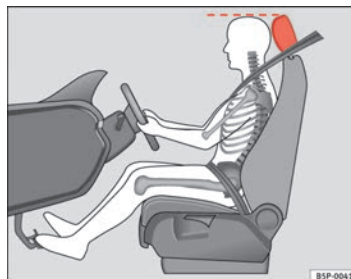

Abb. 2 Die richtige Kopfstützeinstellung des Fahrers
- Stellen Sie die Kopfstütze so ein, dass die Oberkante der Kopfstütze sich möglichst auf einer Linie mit dem oberen Teil Ihres Kopfes befindet ⇒ Abb. 2.